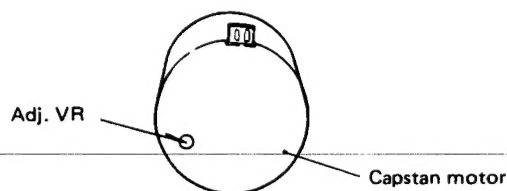

Fig. 4-2
- 4) Adjust the variable resistor (Fig. 4-2) to get the adjustment value of 3,000 Hz to 3010 Hz.
- 4) 周波数値が 3,000~3,010 Hz となるよう、Fig.4-2 に示す調整 VR を調整する。